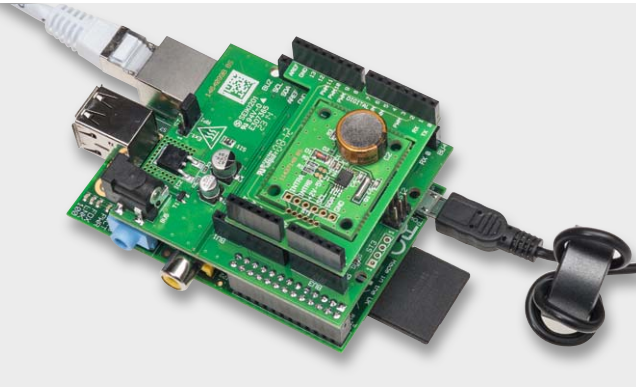

Bild 11: Vielseitiger Zeitgeberbaustein – auch der I2C-RTC-Baustein von ELV ist auf dem Adapter einsetzbar (Best.-Nr. J6-10 34 13).
**TwoWireRTC** (ELV-I2C-RTC auf dem RPi-AA1, Bild 11)